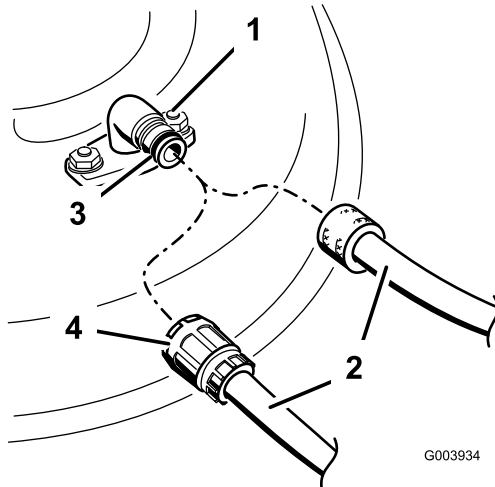

Bild 70
3. Montieren Sie die Schlauchkupplung auf die Kupplung am Mähwerk-Spülanschluss und drehen Sie das Wasser mit starkem Druck auf (Bild 70).